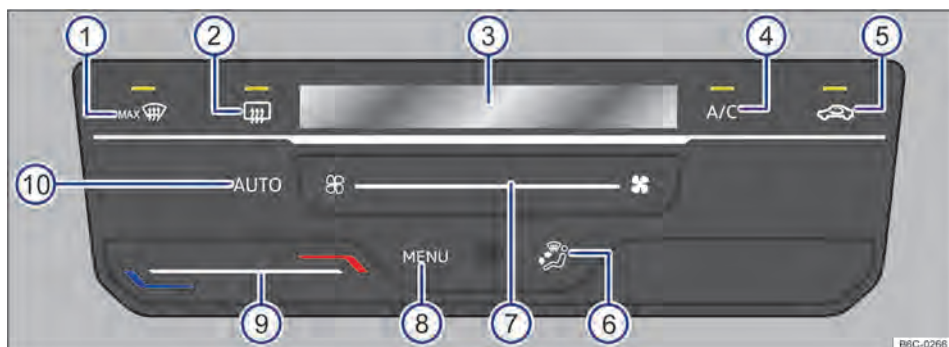

Fig. 85 Mandos del Climatronic.
- **Climatronic:** deslizar el dedo hacia la izquierda bajo el botón de función → fig. 85 (7), después presionar la tecla  de la extremidad izquierda.
Tocando en el botón de función **AUTO** → fig. 85 (10) es posible conectar el modo automático del Climatronic.
el volumen de aire y la distribución de aire se regulan automáticamente. El funcionamiento automático se desconecta cuando la ventilación se cambia manualmente → fig. 85 (7) o cambiando la distribución del aire a través del botón de función → fig. 85 (6).
- **Climatronic:** tocar el botón de función **A/C** → fig. 85 (4) para conectar y desconectar el funcionamiento de la refrigeración.
- *Climatronic*: deslizar el dedo en el botón de función → fig. 85 ⑨.
En la pantalla del Climatronic → fig. 85 ③ se indica la temperatura ajustada.
- *Climatronic*: deslizar el dedo en el botón de función → fig. 85 ⑦.
- *Climatronic*: tocar en el botón de función  → fig. 85 ⑤.
- *Climatronic*: tocar el botón de función → fig. 85 ⑥ para la ubicación deseada, la distribución seleccionada se indicará en la pantalla ③.
- *Climatronic*: tocar en el botón de función  → fig. 85 ①.
- *Climatronic*: tocar en el botón de función  → fig. 85 ②.
→ fig. 85 para abrir el menú del aire acondicionado en la radio.